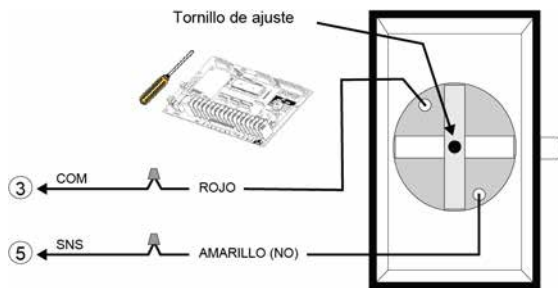
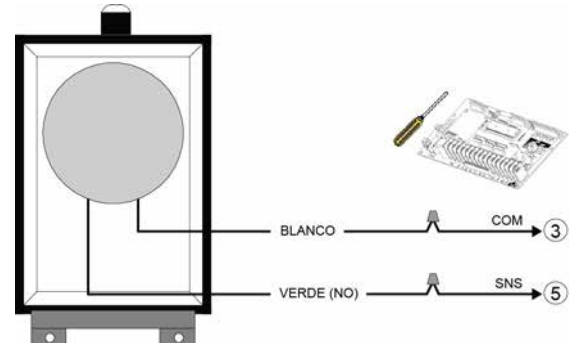

Figura 35 - AIRSWITCH 001 / 007
Figura 36 - AIRSWITCH 009 / 018
3. Utilizar un cable en espiral o carrete de recogida para conectar el interruptor de aire a los terminales del operador. Instalar los cables eléctricos de acuerdo con la Figura 35 o la Figura 36.